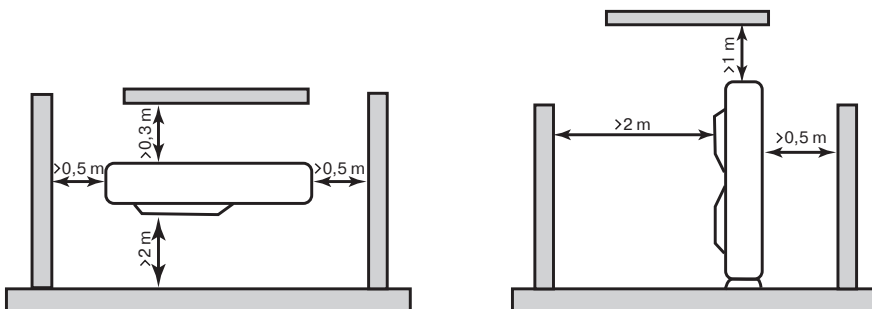

Рис.1 Место установки наружного блока
- Обеспечить промежутки, показанные на рис.1, с тем, чтобы можно было осуществлять техническое обслуживание